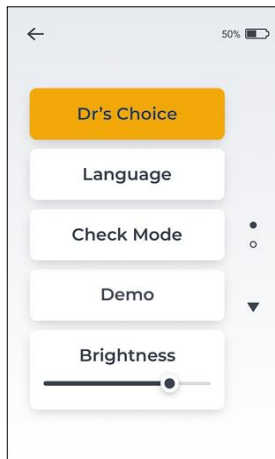
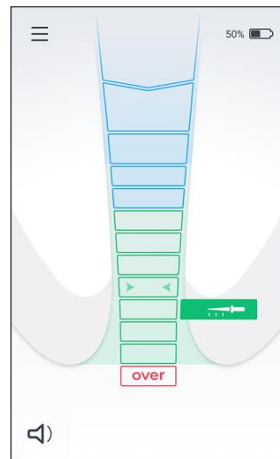

Fig. 12
Fig. 13
- Gå ind i menuen Settings (indstillinger), og tryk på fanen Dr's Choice (lægens valg) - se fig. 12. "Dr's Choice" (lægens valg) bliver orange, når den er aktiveret, og Dr's Choice (lægens valg) apikallinje vises på skærmen - se fig. 13.
- For at deaktivere Dr's Choice (lægens valg) apikallinje skal du gå til menuen Settings (indstillinger) og slå Dr's Choice (lægens valg) fra ved at trykke på fanen Dr's Choice (lægens valg) - se fig. 12.